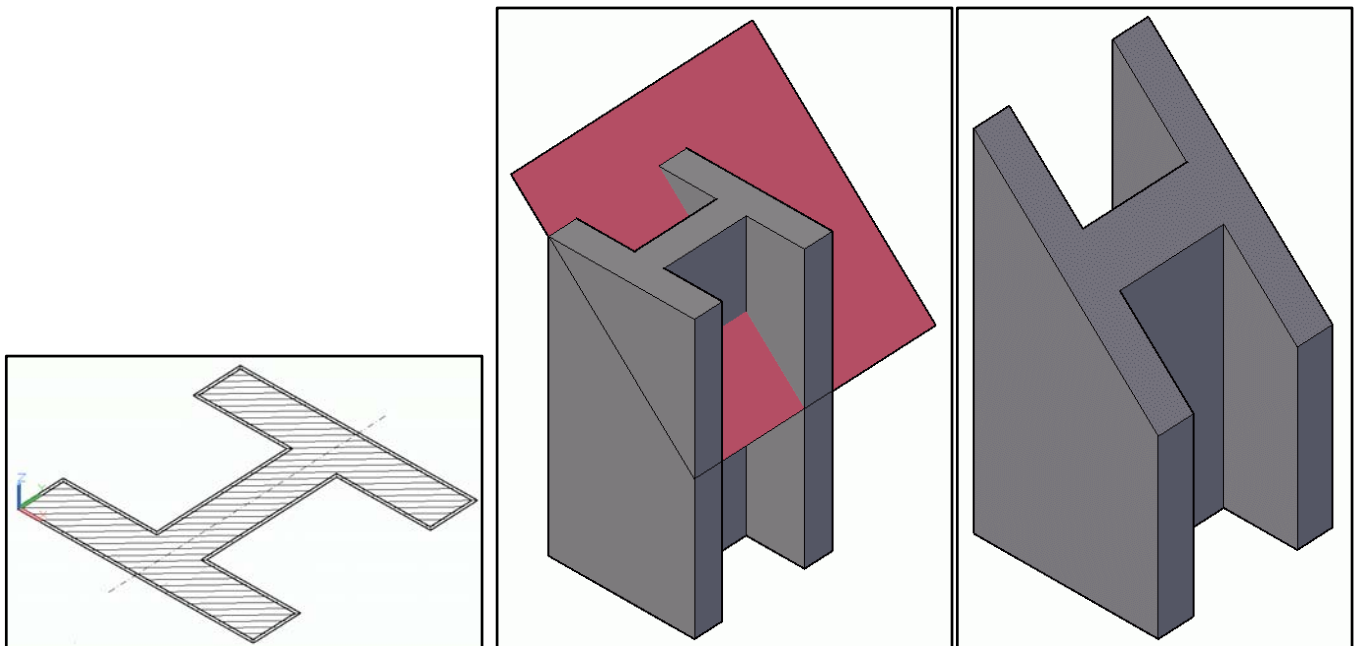

Abb. 2: Profil (links) – Extrusion mit Schnittrechteck (Mitte) – ebener Schnitt (rechts)
1. Zeichnen des Profils laut Angabe (z.B. im Orthomodus) mit Hilfe einer Polylinie (Abb. 2 links).
2. Das Profil wird um 200 Einheiten extrudiert (Abb.2 Mitte).
3. Der ebene Schnitt wird durchgeführt (im AutoCAD: „Kappen“). Die Eckpunkte des zuvor eingezeichneten Rechteckes können beim Punktfang für den ebenen Schnitt verwendet werden. Der kleinere Teil des Objektes wird nach dem Schnitt gelöscht (Abb.2 rechts).